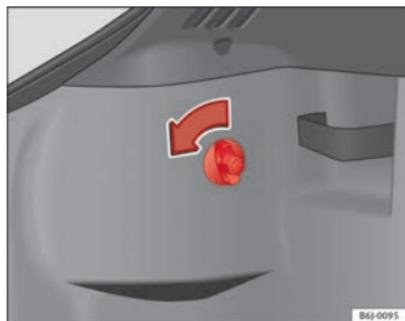

Fig. 161 Accès aux pilotes arrière
- Tournez la vis dans le sens de la flèche à la main ou avec un tournevis ⇒ fig. 161.
- Retirer le connecteur du logement (A) ⇒ fig. 161.